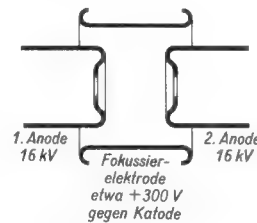

Bild 6. Die Einzellinse
- a) Einzellinse – unter Verwendung von drei Elektroden, Bild 6,
Zu a) Die Einzellinse (Bild 6)